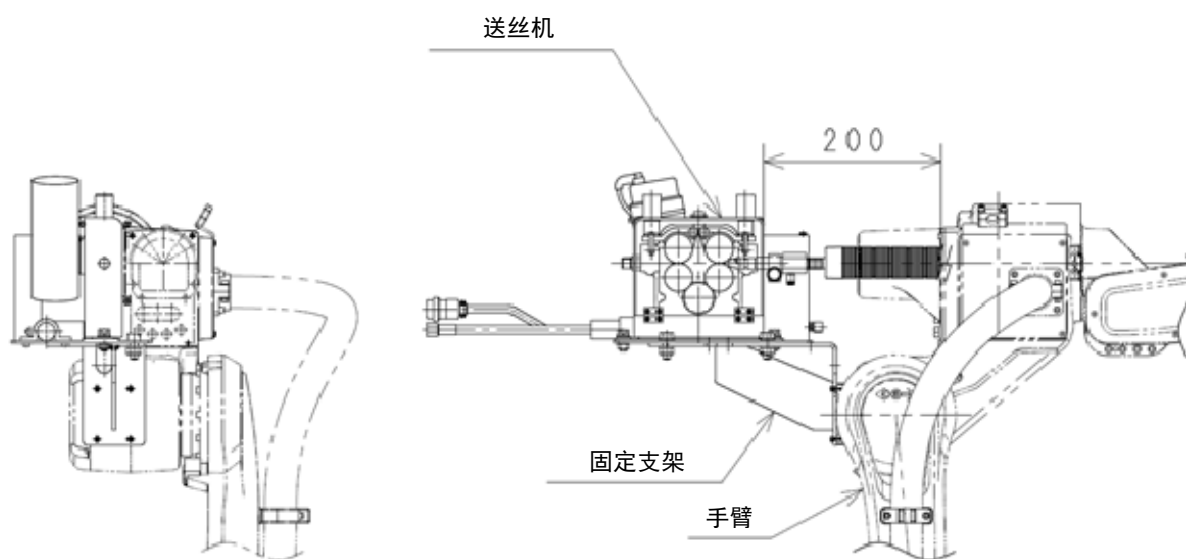

图 1.3 送丝机安装外观图(步骤 3)
3. 送丝机参考图1.3临时固定。最终调整时，请安装成如图2.4或图2.9所示将JT5轴调成135° 时，一体化动力线变为R100左右。